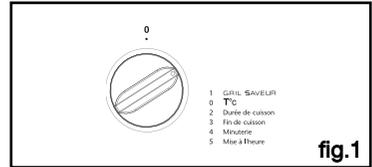

fig.1
Positionnez le sélecteur de programme sur "Mise à l'heure" (fig.1).
Celle-ci ne doit pas clignoter (fig.1).
- Choisissez le mode de cuisson souhaité et ajustez la température (fig.1).
(fig.1).
- positionnez le sélecteur de programme sur la position “minuterie” (fig.1). Le symbole minuterie  -> 0.00 et un petit sablier clignotent.
- Positionnez le sélecteur de programme sur la position "GRIL SAVEUR" (**fig.1**), la durée de cuisson clignote à 0h05 (cette valeur de durée correspond au temps minimum nécessaire pour activer la fonction "GRIL SAVEUR" dans la séquence de cuisson choisie).
- Appuyez pendant quelques secondes sur le bouton de réglages jusqu’à l’affichage de **- [] -** (fig.1).
- Appuyez pendant quelques secondes sur le bouton de réglages jusqu’à l’affichage de **[]** . Votre afficheur est verrouillé (fig.1).
Pour déverrouiller, effectuez la même opération. ->le cadenas disparaît (fig.1).